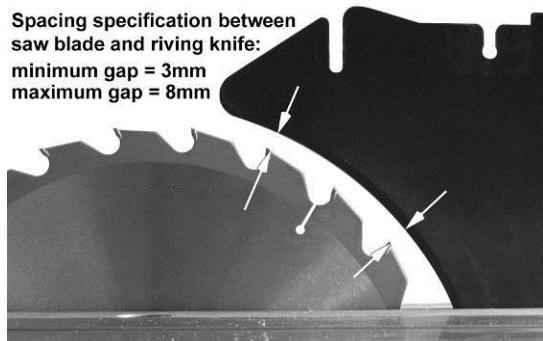

Рис. 23
Зазор между пильным диском и расклинивающим ножом должен быть в пределах от 3 до 8 мм (рис. 23).
- Установите расклинивающий нож; затяните стопорную ручку (А) и проверьте, чтобы зазор пильный диск/нож находился в пределах между 3-8мм (рис. 23).